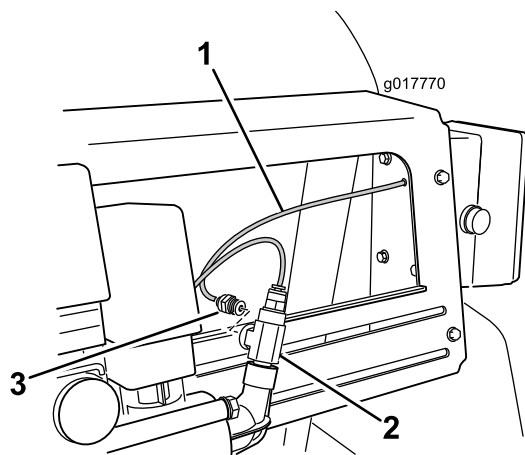

Рисунок 7
3. Найдите красную трубку манометра, идущую от обратной стороны блока управления и вставьте ее в отверстие тройника (Рисунок 7).